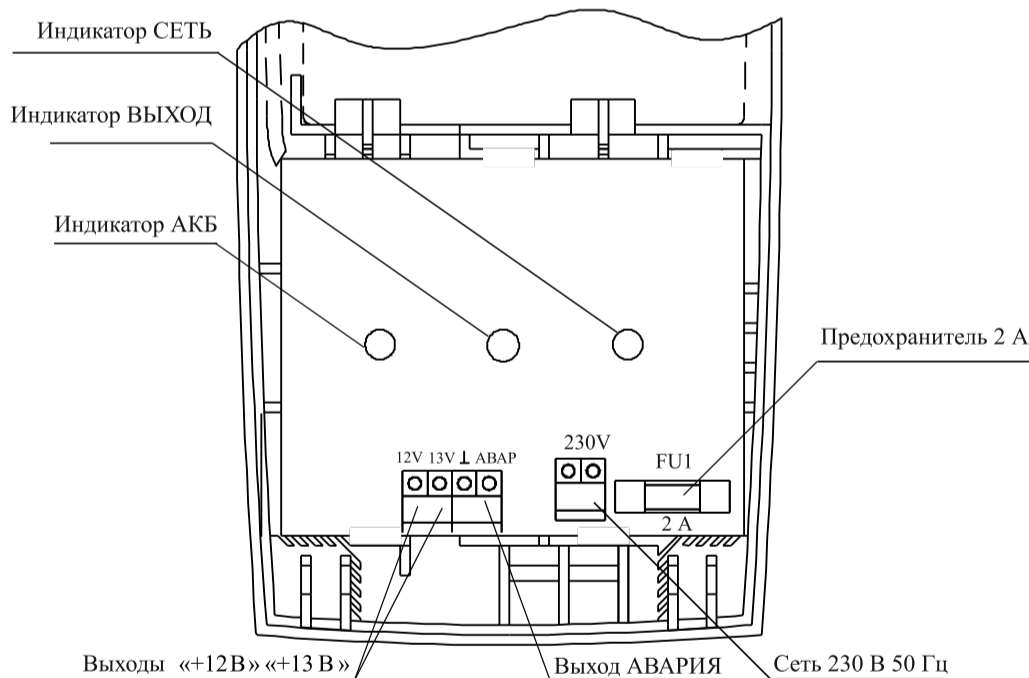

Рисунок 3- Обозначение клемм и места установки предохранителей.
6.4 Подключение соединений производится в следующей последовательности (см. рисунок 3):